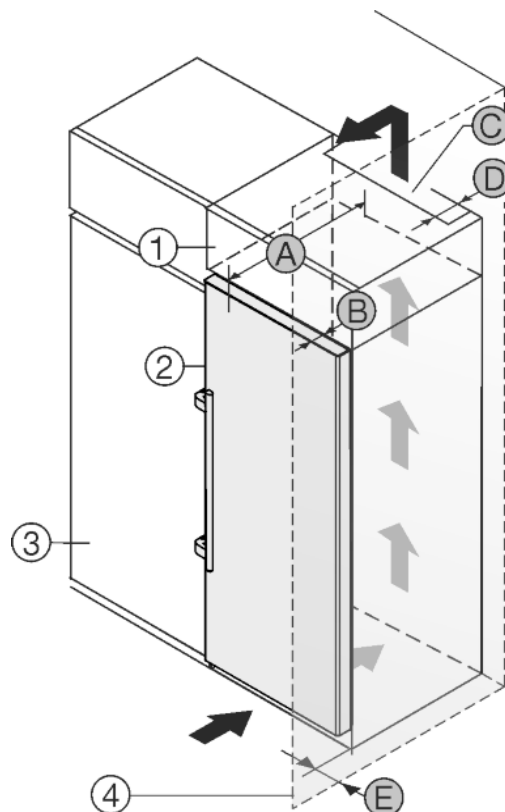

Fig. 30
Het apparaat kan in keukenkasten worden ingebouwd. Om het apparaat Fig. 30 (2) aan de hoogte van het keukenblok aan te passen, kan boven het apparaat een opzetkast Fig. 30 (1) worden aangebracht.
Het apparaat kan direct naast de keukenkast Fig. 30 (3) worden geplaatst. Om de deuren volledig te kunnen openen, moet het apparaat overeenkomstig de diepte Fig. 30 (B) t.o.v. het keukenkastfront uitsteken. Afhankelijk van de diepte van de keukenkast en het gebruik van de wandafstandhouders kan het apparaat verder uitsteken.
- Aan de achterzijde van de opzetkast moet een luchtafvoerkanaal met de diepte *Fig. 30 (D)* over de volledige breedte van de opzetkast aanwezig zijn.
- Onder het plafond moet de ventilatiedoorsnede *Fig. 30 (C)* worden aangehouden.
Wanneer het apparaat met de scharnieren naast een wand *Fig. 30 (4)* wordt geplaatst, moet de afstand *Fig. 30 (E)* tussen apparaat en wand worden aangehouden. Dit komt overeen met de uitsteekmaat van de handgreep bij geopende deur.